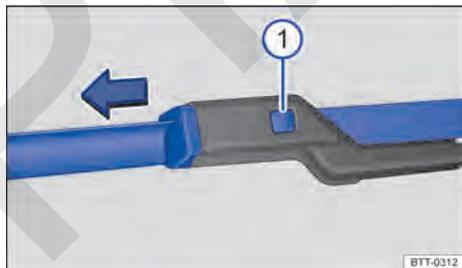

Fig. 207 Cambio de las escobillas limpiacristales del parabrisas.
- Mantenga presionada la tecla de desbloqueo → fig. 207 ❶ y tire al mismo tiempo de la escobilla en el sentido de la flecha.